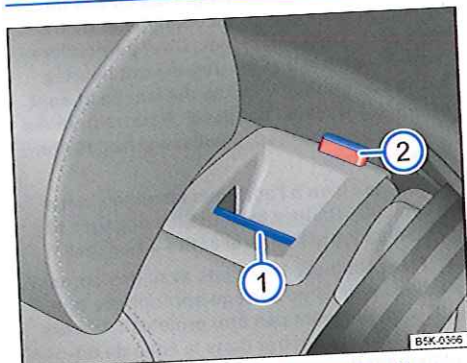

Fig. 115 Dans le dossier de banquette arrière : touche de déverrouillage ❶ ; repère rouge ❷.
- Tirez la touche de déverrouillage ⇒ **fig. 115 ❶** vers l'avant. La partie déverrouillée du dossier de banquette arrière se rabat automatiquement vers l'avant.
- Le dossier correspondant de la banquette arrière est déverrouillé lorsque le repère rouge ❷ est visible.
Le dossier de banquette arrière est déverrouillé lorsque le repère rouge ⇒ **fig. 115 ❷** est visible.